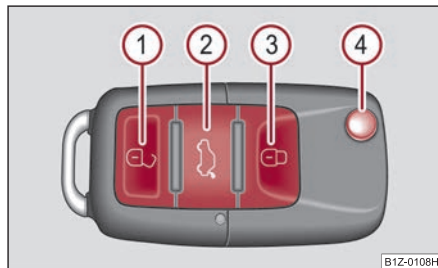

Fig. 49 Cheie cu semnal
- Apăsați tasta ① ⇒ fig. 49 cca. 1 sec.